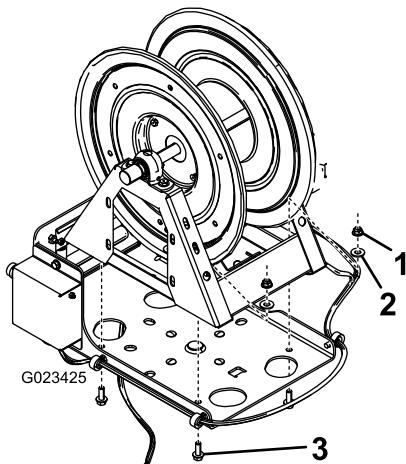

図 22
5. 図 22のように、ホースリールをスイベルプレートに固定するボルト 3/8-16 x 1" 4本、ワッシャ 7/16" 4枚、フランジナット 3/8-16" 4個を使用する。